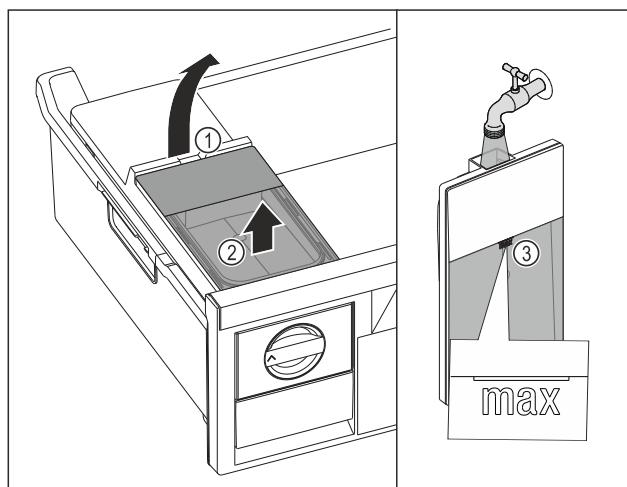

Fig. 103
- Podignite spremnik za vodu na otvoru Fig. 103 (1).
- Izvadite spremnik za vodu prema gore. Fig. 103 (2)
- Spremnik za vodu napunite pitkom vodom do oznake Fig. 103 (3).